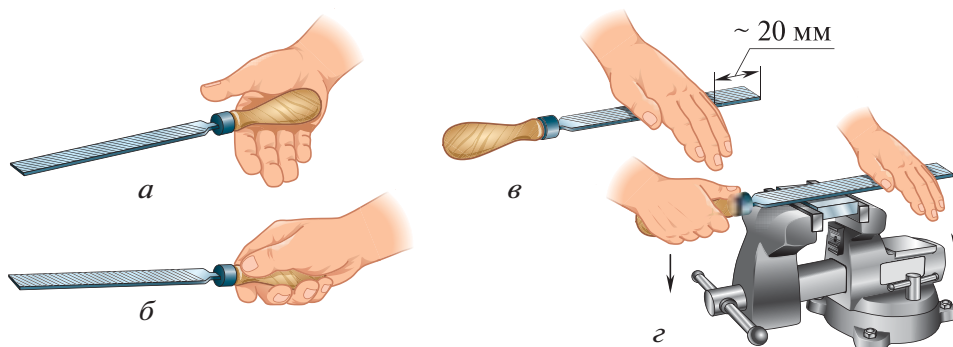

Рис. 5.35. Положение рук при опиливании:
- ▶ 3. Следует отработать положение рук и распределение усилий нажима на напильник в процессе опиливании (рис. 5.35).